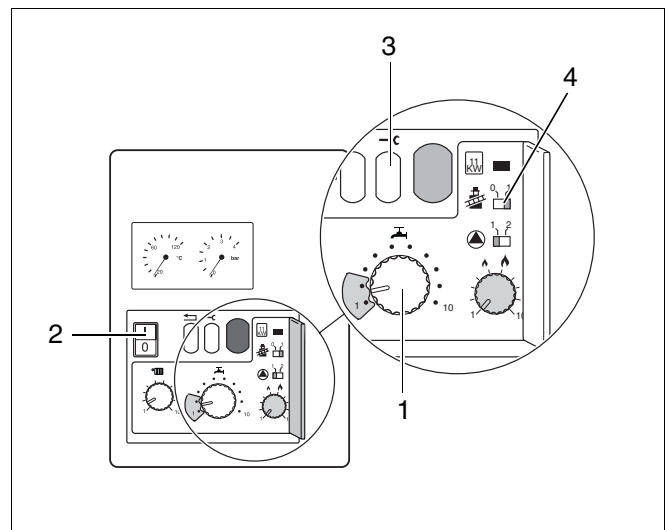

Abb. 33 Voreinstellung für "Gas-/Luftverhältnis kontrollieren"
- Netzschalter (Abb. 33, Pos. 2) und Schornsteinfegerschalter (Abb. 33, Pos. 4) auf "0" stellen.
- Wenn der Brenner nach ca. 30 Sek. in Betrieb gegangen ist, Servicetaste (Abb. 33, Pos. 3) drücken, bis "Y" auf dem Display erscheint.
- Warmwassertemperaturregler (Abb. 33, Pos. 1) auf "1" stellen.